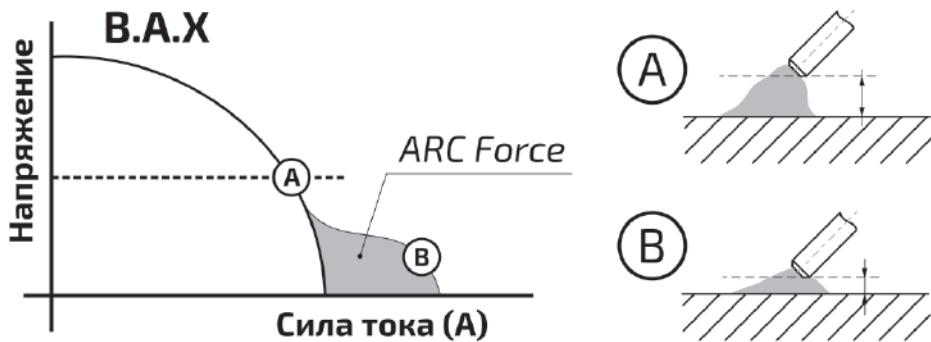

Рис. 6.1.2. Arc Force.
5	Регулятор Arc Force (см. рис. 6.1.2).
**Arc Force (форсаж дуги)** – форсаж дуги, рекомендуется применять при сварке покрытыми электродами на малых токах. В процессе сварки происходит автоматическая регулировка силы сварочного тока, что уменьшает склонность к залипанию покрытого электрода к свариваемой детали (см. рис. 6.1.2).